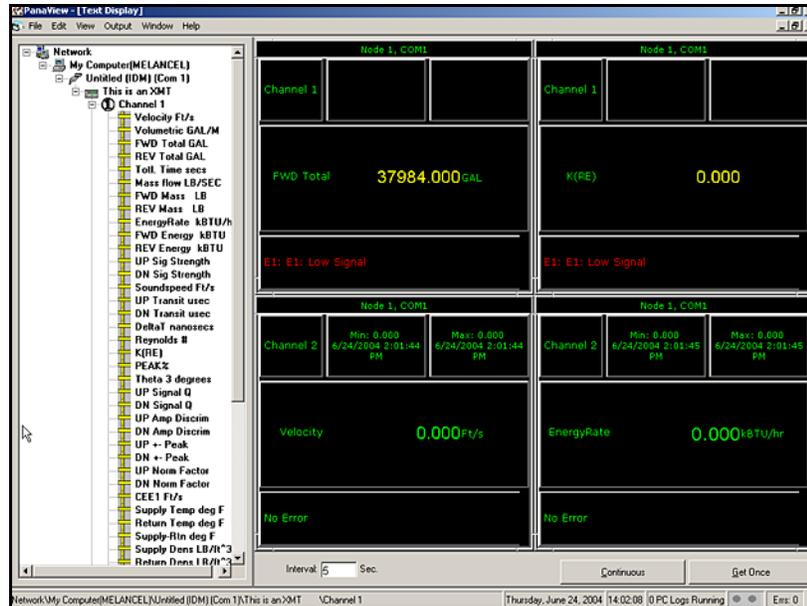

Figure 20: Plusieurs écrans de texte dans la fenêtre *Text Display*
2. Reprenez l'étape 1 pour chacun de tous les paramètres de process supplémentaires que vous souhaitez afficher, en cliquant deux fois dessus dans l'arborescence réseau de PanaView. PanaView dispose automatiquement les écrans de texte en mosaïque dans le volet droit de la fenêtre *Text Display* (voir *Figure 20* ci-dessous).